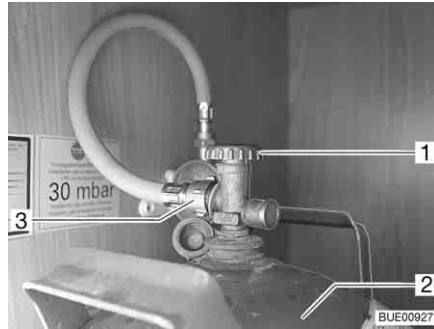

Fig. 96 Compartiment à gaz
- Fermer le robinet principal (Fig. 96,1) de la bouteille de gaz (Fig. 96,2). Observer le sens de la flèche.
- Dévisser à la main la lyre (Fig. 96,3) de la bouteille de gaz (filetage à gauche).